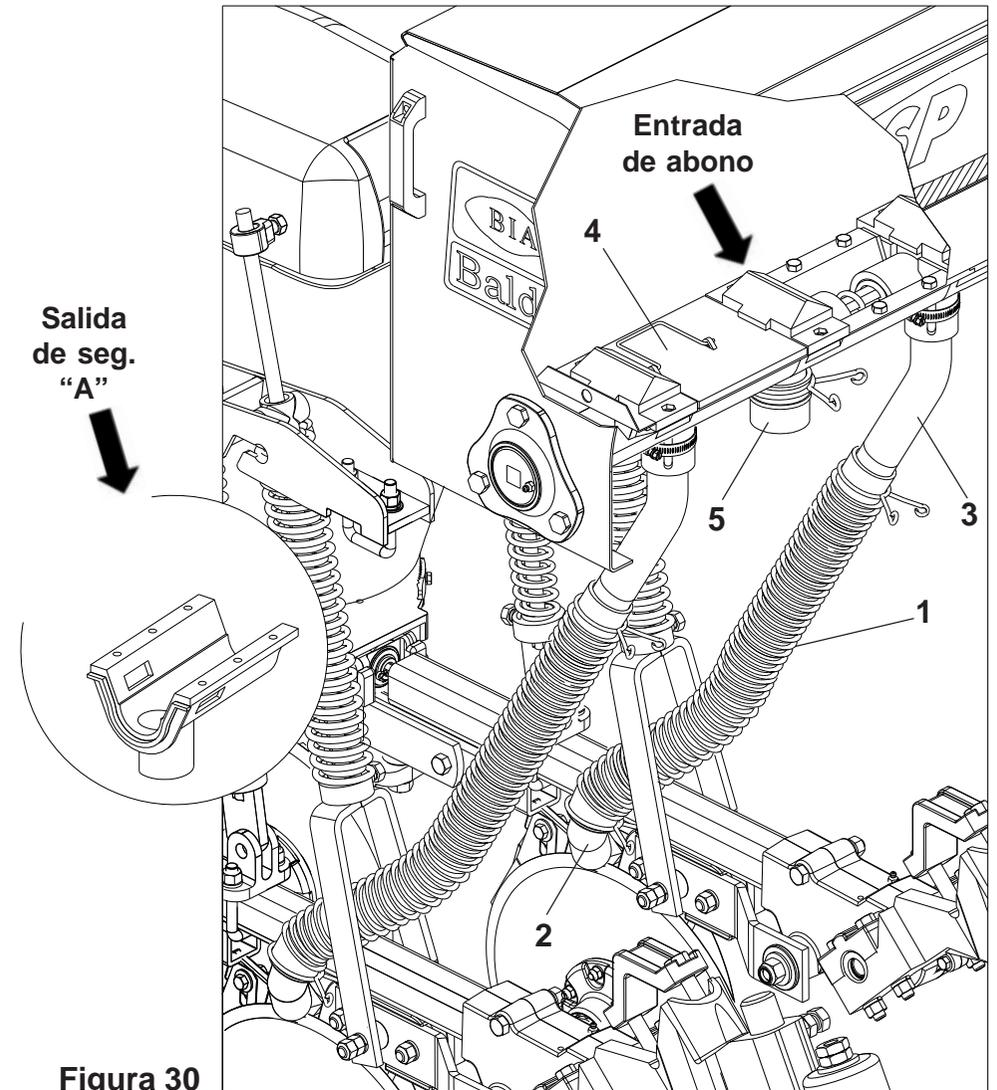

Figura 30
9 - SISTEMA DE DISTRIBUCIÓN DE ABONO CAJA METÁLICA (FIGURA 30)
2 - Al determinar el número de líneas y la separación deseada, acople las mangueras (1) en el tubo de abono (2), haciendo la conexión de los tubos conductores que están más cerca de las líneas, evitando que los mismos queden cruzados o doblados. Para mejor alineación de los tubos de abono utilice, en su caso, el tubo conductor con grado (3), según el detalle de la **Figura 30**.